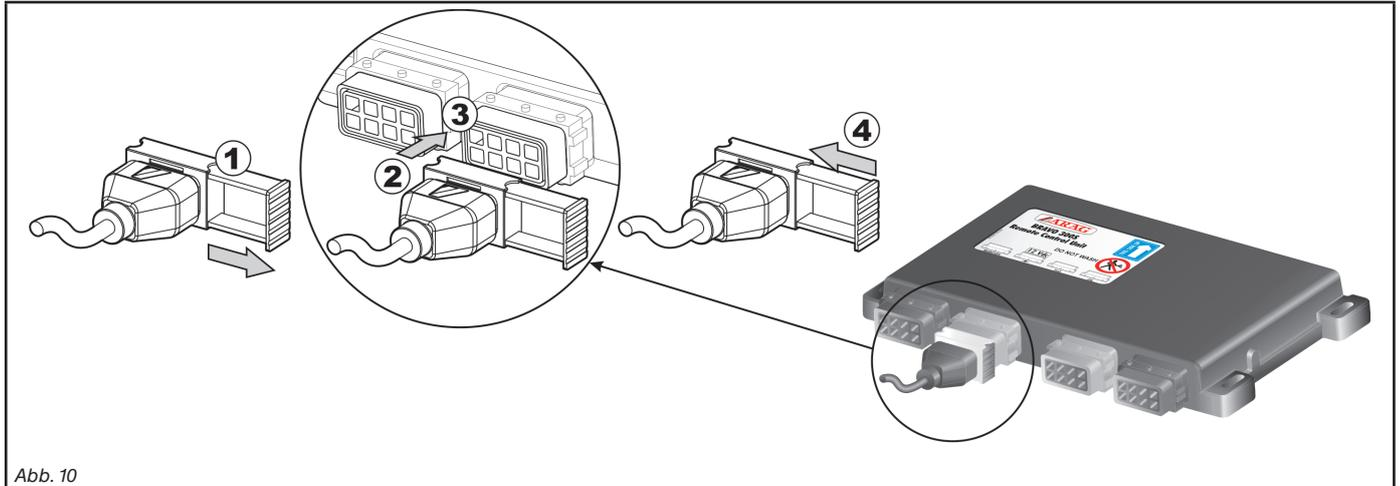
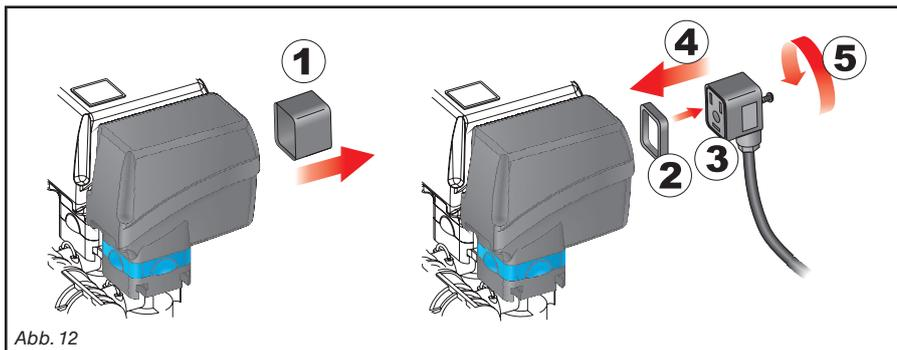

Abb. 10
Abb. 12
- Öffnen Sie den Steckerschlitzen (1, Abb. 10).
- Ordnen Sie den Stecker (2) in der Anschlussbuchse (3) an und drücken Sie ihn ein: **achten Sie beim Einfügen darauf, dass dabei die elektrischen Kontakte nicht verbogen werden**.
- Schließen Sie den Schlitten (4) wieder bis er vollständig zum Einrasten gekommen ist.
- Alle zu den Ventilen reichenden Verbindungsstecker müssen vor ihrem Anschluss mit einer entsprechenden Abdichtung versehen werden (Abb. 12).
- Die Schutzkappe (1, Abb. 12) vom elektrischen Ventil abnehmen.
- Fügen Sie die Dichtung (2) am Stecker (3) an und schließen Sie diesen durch vollständiges Andrücken an (4): **achten Sie beim Einfügen darauf, dass die elektrischen Kontakte am Ventil dabei nicht verbogen werden**.
- Die Schraube (5) bis zur kompletten Feststellung anziehen.